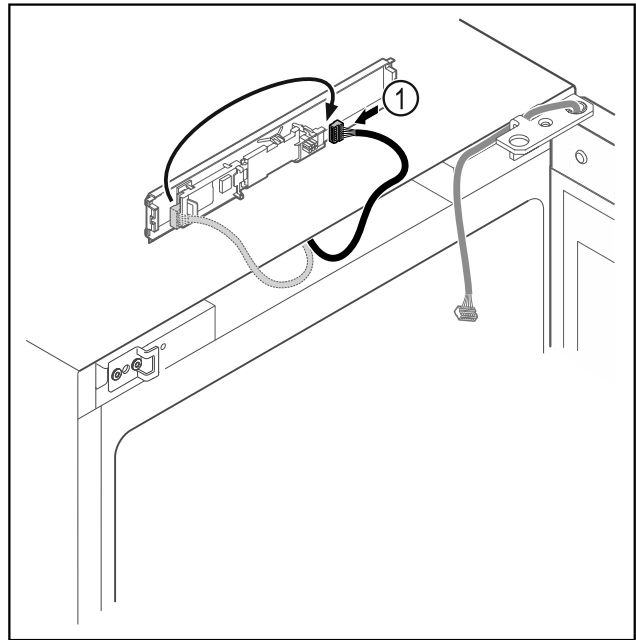

Fig. 15
- ▶ Переставьте штекер Fig. 15 (1) на панели.